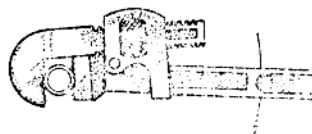

图2-14 管子扳手的正确使用
(5) 使用管子扳手时,管子扳手应使扳口咬紧工件后再用力拉动,否则会滑脱,如图2-14所示。